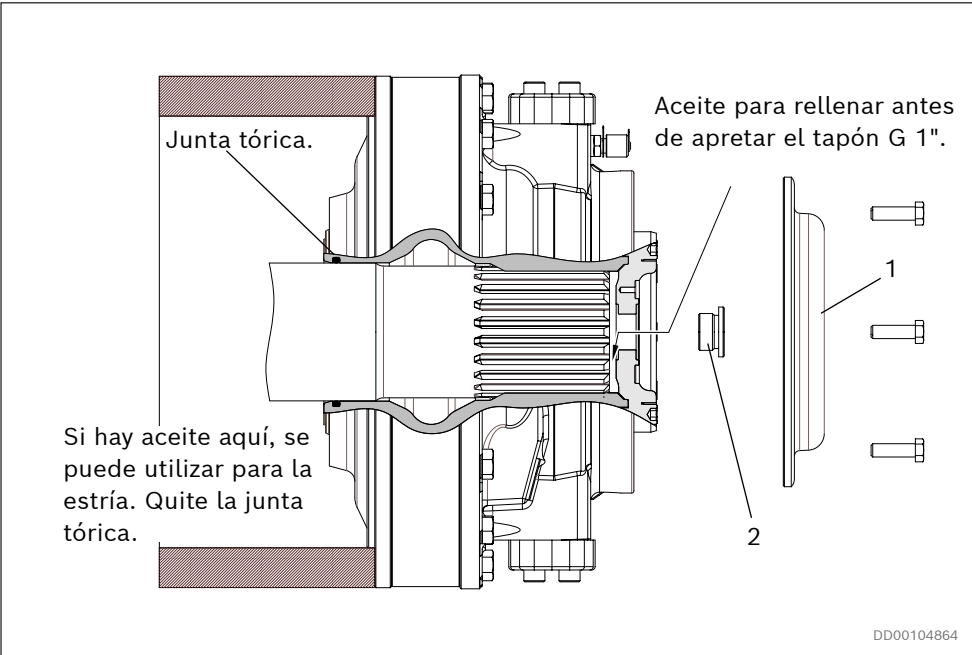

Fig. 42: Motor instalado con brida, eje horizontal
2. Rellénelo de aceite hidráulico hasta la rosca G 1". Ver *Fig. 42*.